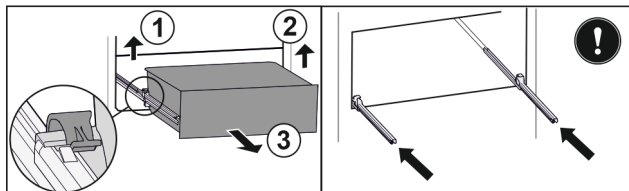

Fig. 162
- Soulever la bride gauche et tirer dans le même temps la partie gauche du tiroir vers l'avant. Fig. 162 (1)
- Soulever la bride droite et tirer dans le même temps la partie droite du tiroir vers l'avant. Fig. 162 (2)
- Retirer le tiroir par l'avant. Fig. 162 (3)